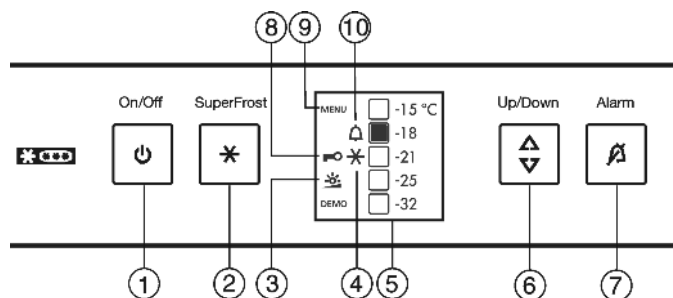

Fig. 3
- Das Symbol SuperFrost *Fig. 3 (4)* blinkt zusammen mit der Temperaturanzeige.